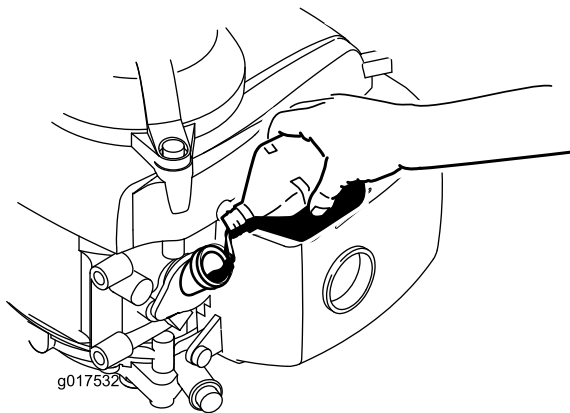

Figura 6
3. **Lentamente**, vierta aceite en el tapón de llenado de aceite, espere 3 minutos y compruebe el nivel de aceite en la varilla limpiando la varilla e insertándola **sin enroscar** en el orificio (**Figura 6**).